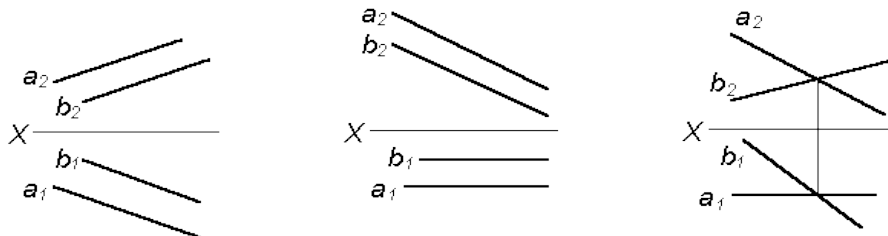

Рис. 6
2. Описать положение прямых относительно друг друга (рис. 6).